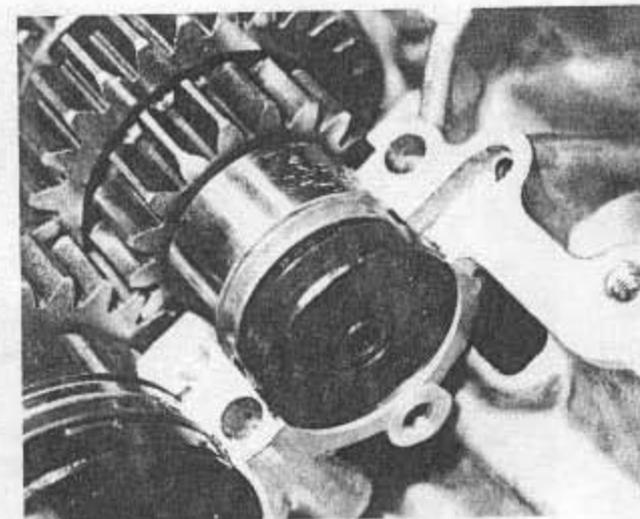

Bild 82
- Man vergesse nicht, den Wellendichtring der Kupplungsdruckstange anzubringen. Er sitzt am linken Ende der Getriebehauptwelle (Bild 82).